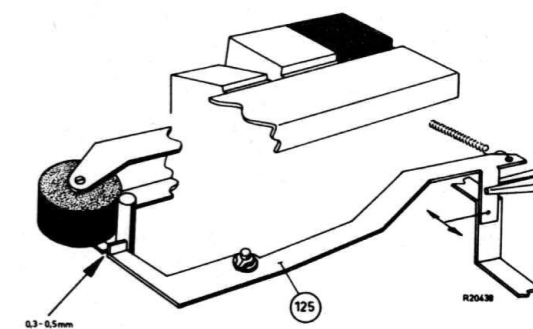

Fig. 38
- Als het apparaat in stand "weergave" staat, moet de afstand tussen de drukrolhefboom en de hefboom 125 voor de snelstop 0,3 - 0,5 mm bedragen, zie fig. 38. Dit is in te stellen door de verticale lip van de hefboom te verbuigen.